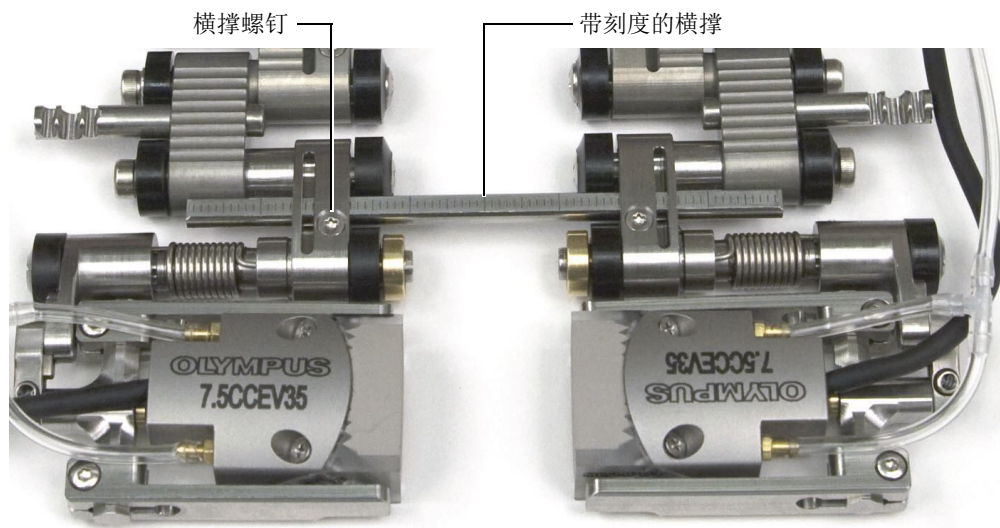

图 2-21 带刻度的横撑
- (1) 将一个横撑滑进每个探头架的链部件中，然后使用横撑螺钉将横撑固定在适当的位置。
- (2) 将第二个横撑滑进大约处于扫查器中心的公链部件中，然后使用横撑螺钉将横撑固定。
- (3) 使用横撑上的刻度（参见第 34 页的图 2-21），使扫查器两侧部分之间的两个横撑的长度相等。
4. 对于双探头扫查应用，需要将扫查器的两侧部分组装在一起（参见第 34 页的图 2-21）。